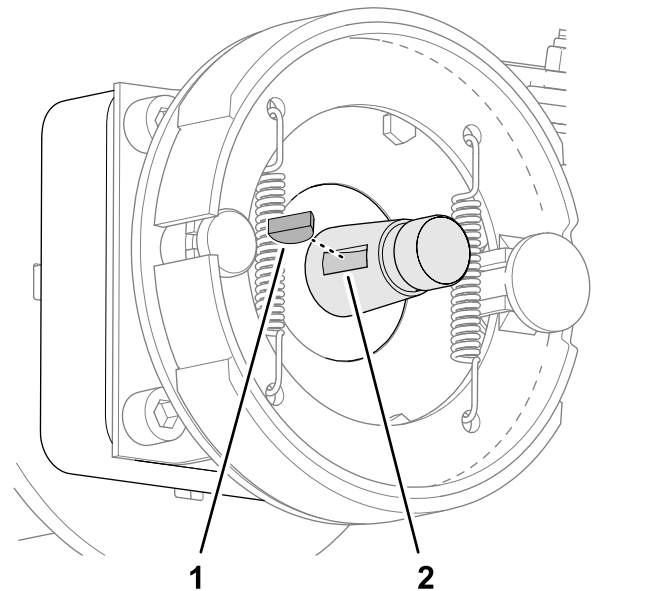

Figura 65
- Retire la chaveta semicircular del eje del motor de rueda (Figura 65).